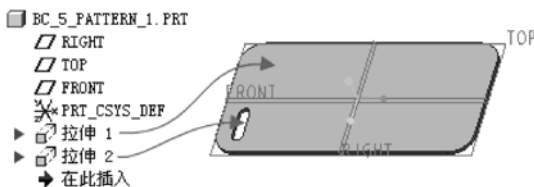

图 5-24 原始零件
❶ 在“快速访问”工具栏中单击“打开”按钮，弹出“文件打开”对话框，选择配套文件“bc_5_pattern_1.prt”，然后在“文件打开”对话框中单击“打开”按钮。该文件中存在着如图 5-24 所示的零件特征。